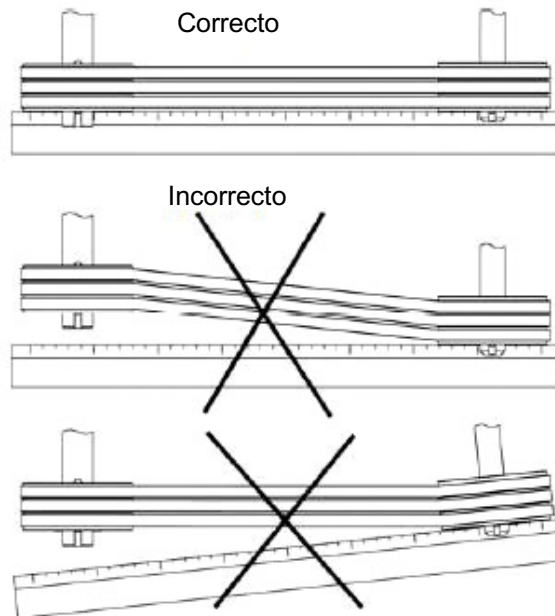

Fig. 27. Ajuste de las poleas
Una vez instaladas las nuevas correas, verifique la alineación de las poleas, comprobando con un calibrador si están paralelas entre sí y si sus ranuras están en línea (fig. 27). Una vez ajustadas, gire la transmisión sin carga alguna para permitir que las correas se asienten en las ranuras con precisión. Las nuevas correas deben volver a estirarse después de 50 horas de funcionamiento.
5. Ajuste la polea (fig. 27)